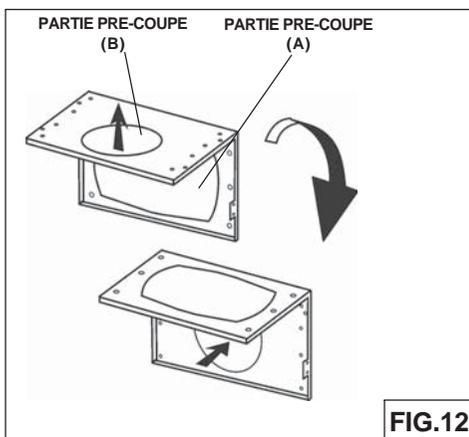

FIG.12
2. Tourner la plaque du moteur et re-fix dans la nouvelle position (Fig.12).